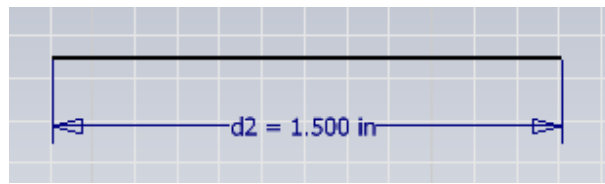

Figura 3.2 Creación de línea a través de 2 puntos.
- Ponga fin al comando pulsando sobre el botón derecho del ratón y seleccionando DONE (terminar) y use la tecla ESC, figura 3.2.